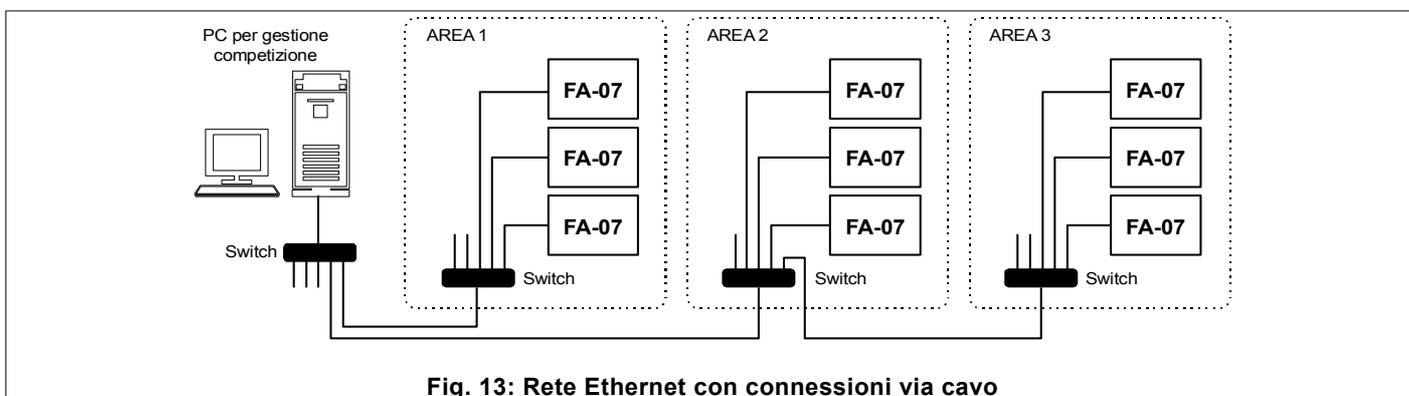

Fig. 13: Rete Ethernet con connessioni via cavo
1. Via cavo, utilizzando i cavi di rete standard cat.5 o cat.6 e dei comuni Switch e Hub per distribuire/instradare i collegamenti ai vari apparecchi che possono essere in varie aree. Vedere Fig. 13.